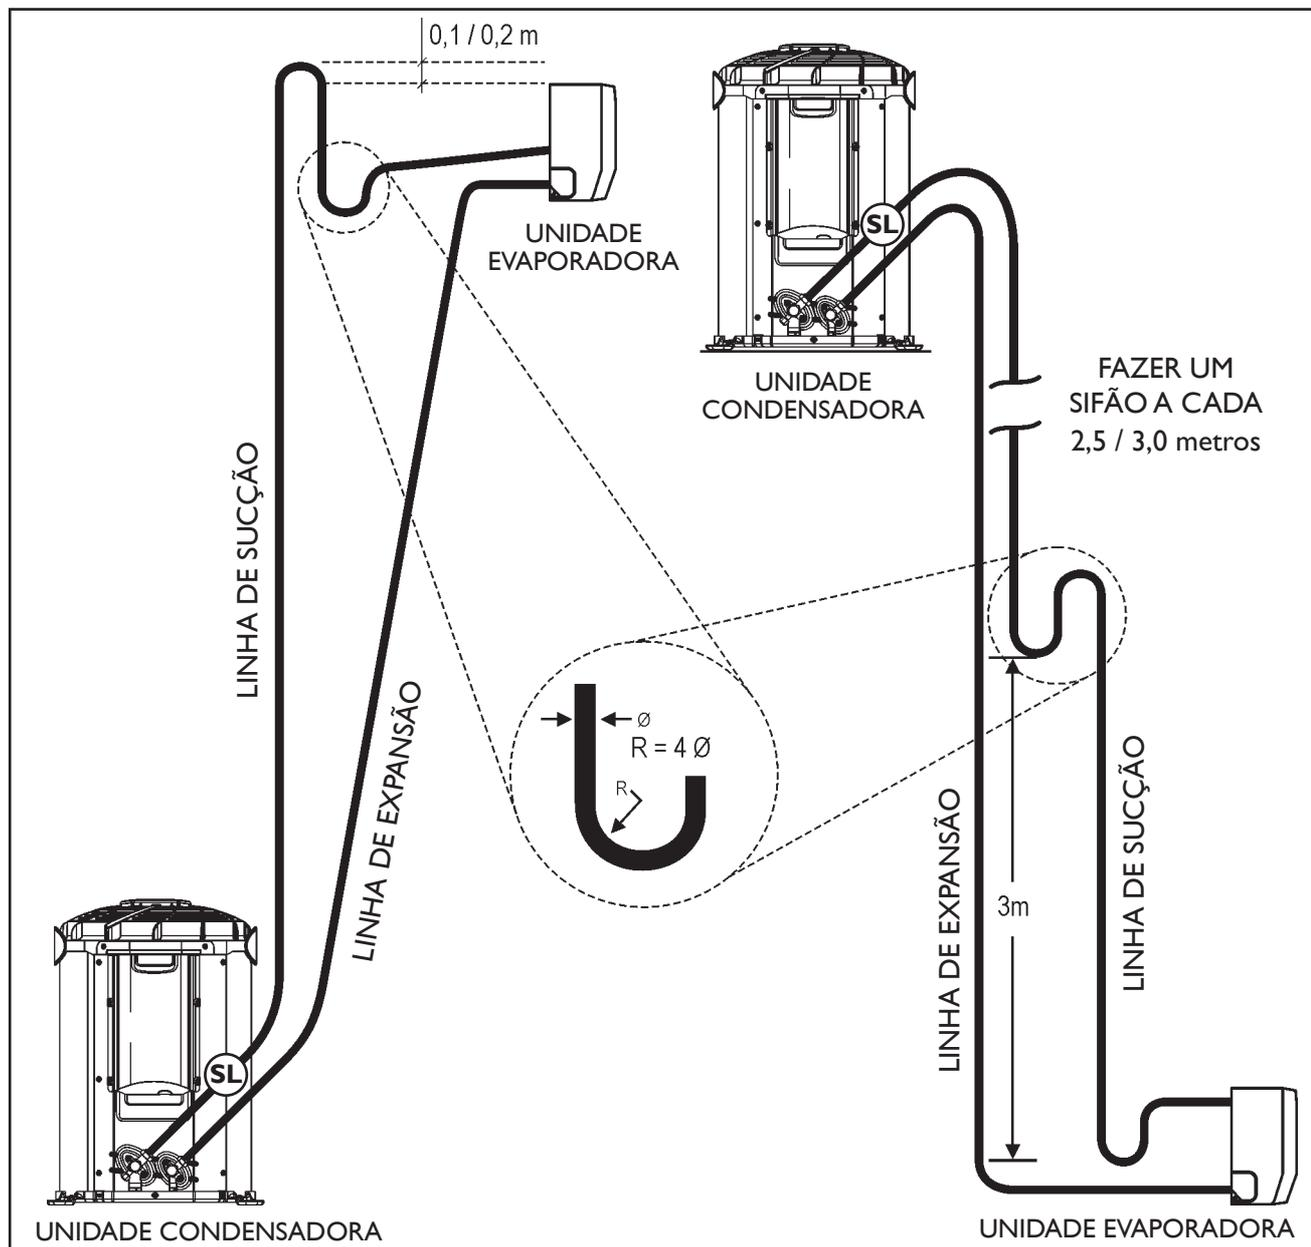

FIG. 21 - SIFÃO NAS LINHAS DE SUÇÃO
- 1º Elevar a linha de expansão acima da unidade condensadora antes de ir para a unidade evaporadora 0,2 metros, quando a evaporadora estiver abaixo da condensadora. (Fig. 21)
- 2° Elevar a linha de sucção acima da unidade evaporadora antes de ir para a unidade condensadora 0,2 metros, quando a evaporadora estiver acima ou no mesmo nível da condensadora. (Fig. 21)
- 3° Fazer sifões nas subidas da linha de sucção a **cada 3,0 m**, incluindo a base (saída da evaporadora). Caso o desnível seja menor que 3m faça apenas na base. (Fig. 21)